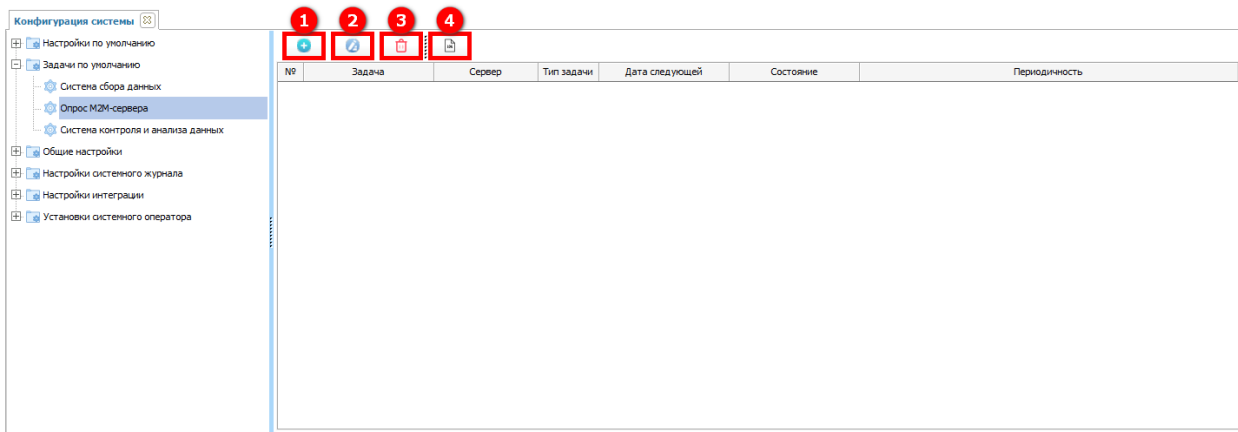

Рисунок 219 – Элементы интерфейса подраздела Опрос M2M-сервера
Данный подраздел содержит предварительную установку задач к устройствам: «Опрос M2M-сервера» и «Сброс статистики». Создание новой задачи осуществляется с помощью кнопки создания, расположенной в левом верхнем углу вкладки (1) (см. рисунок 219).